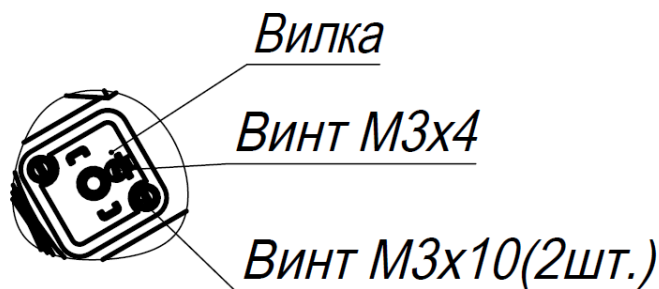

Рисунок 4. Установка вилки на ЗПУ модуля с тепловым пуском.
2.2.4.9 Смонтировать принудительный пуск на модуле с тепловым замком (согласно паспорта на принудительный пуск) и закрепить вилки пуска (с резиновой прокладкой) и датчика срабатывания (с резиновой и металлической прокладкой) винтами М3х10 (2шт.) и М3х4 из комплекта поставки (рисунок 4).
- подсоединить розетку (3 контакта) цепи пуска согласно схеме (рисунок 4);